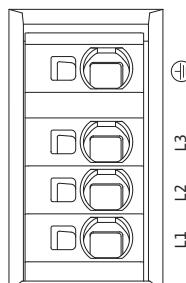

Fig. 33: Teholiittimet (verkkoliittimet)
- Teholiittimet (verkkoliittimet) (Fig. 33)